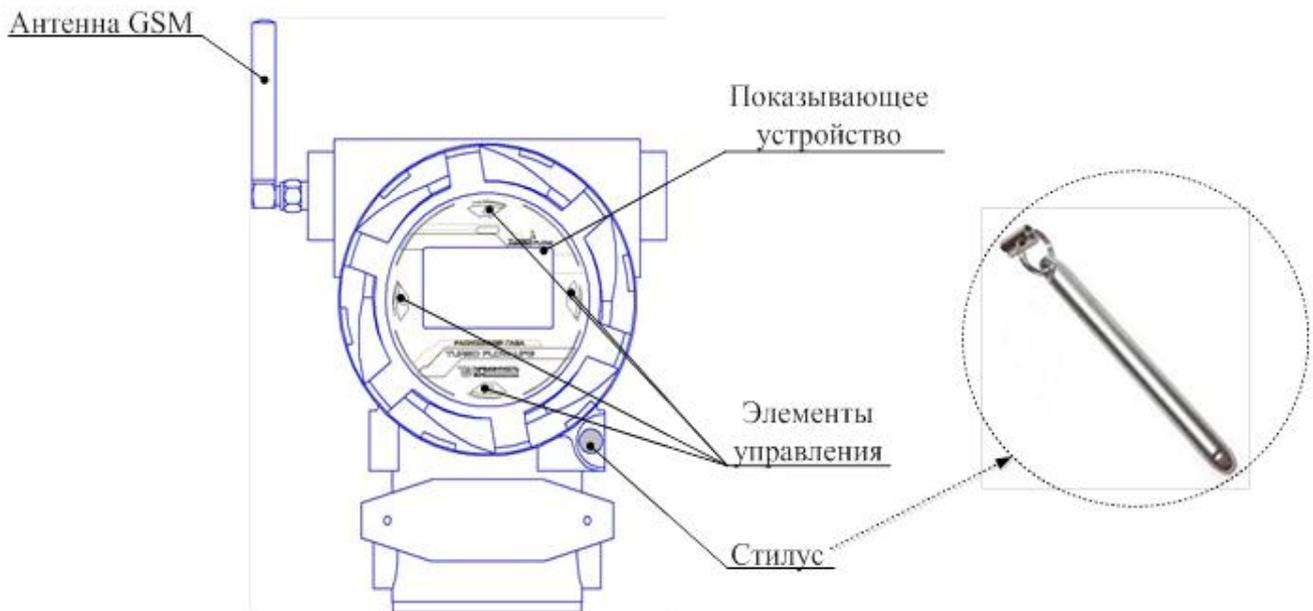

Рисунок 3
2.5.3.4 Контроль работы уровнемера взрывозащищенного исполнения Exd (приложение В, рисунок В.2) осуществляется при помощи показывающего устройства, элементов управления и стилуса (рисунок 3). В качестве показывающего устройства используется жидкокристаллический индикатор (ЖКИ).